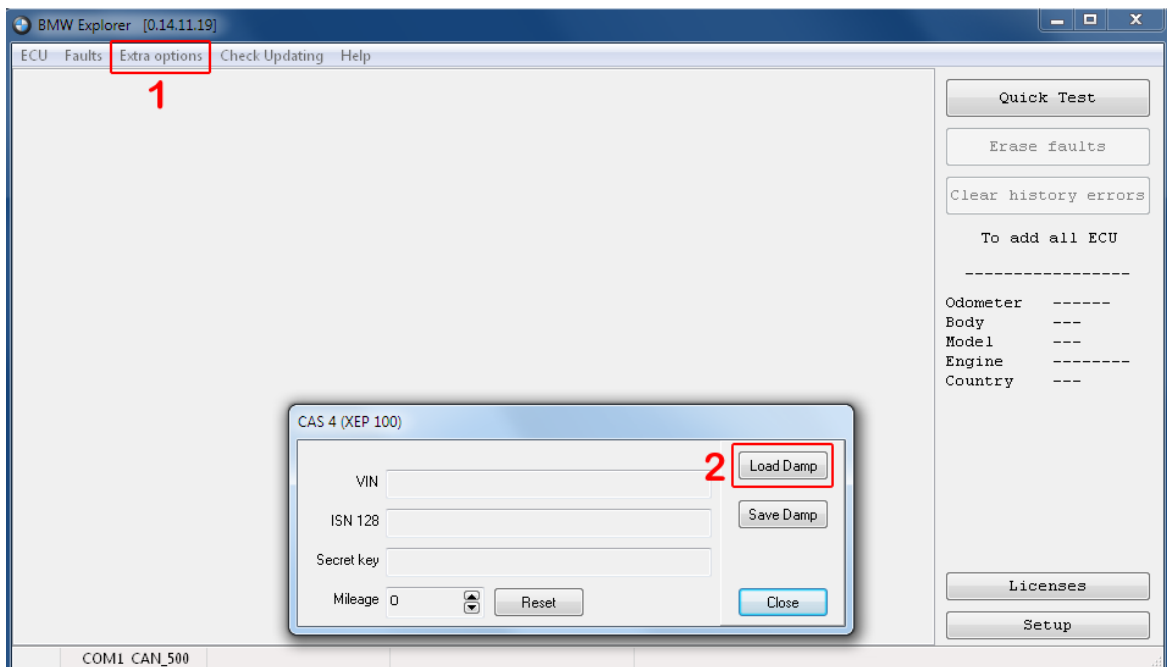

Figura 28 Guarde FLASH-Datos en archivo.
- Use el botón de "Guardar Damp" para guardar el FLASH de Datos modificado (Figura 28).